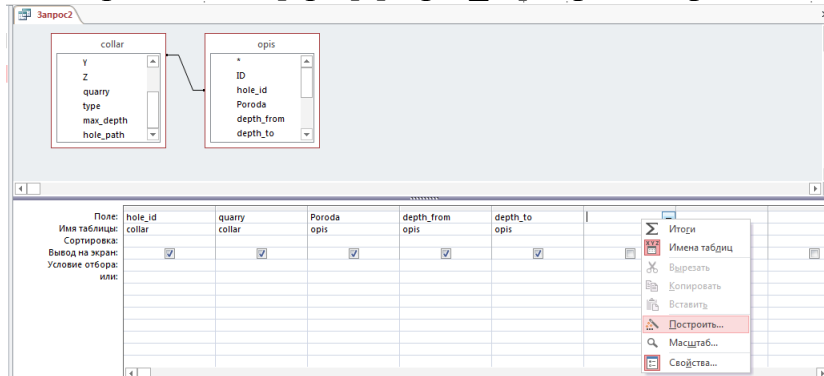

Рис. 26. Вставка поля, що обчислюється у бланк Конструктора
4. Встановити курсор у першу вільну комірку рядка Поле та натисніть на кнопку Построитель (вкладка Конструктор, група Настройка запитов) або вибрати команду Построить... з контекстного меню комірки (рис. 26).